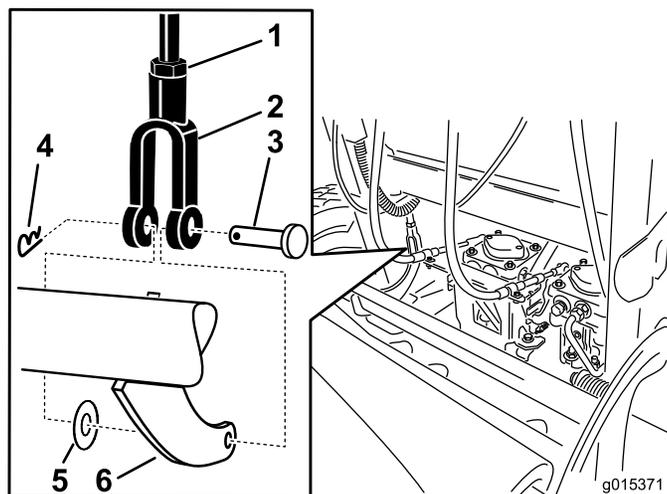

図 64
- ブレーキの調整を行うには、まず、下側ブレーキ・レバーとヨークからヘアピン・コッターとクレビス・ピンを外す (図 64)。
- ジャムナットをゆるめる (図 64)。
- ヨークを回転させる。ブレーキをきつくするには、ヨークを上に移動させる。ブレーキを弱くするには、ヨークを下に移動させる (図 64)。
- ジャムナットを締める (図 64)。